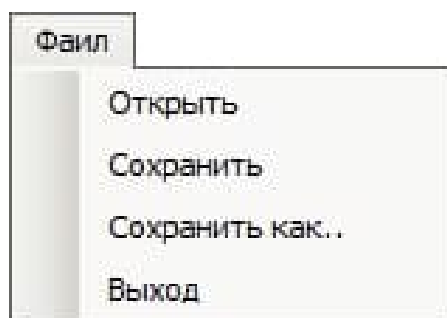

Рисунок 7 – Меню «Файл»
8.3 Меню «**Файл**» включает в себя следующие функции (рисунок 7)